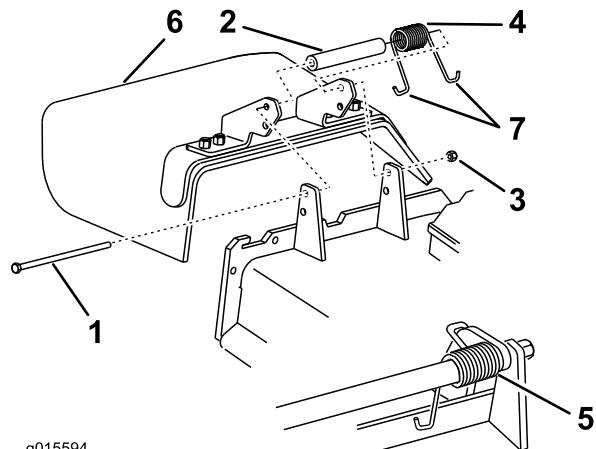

Figura 99
1. Retire la contratuercia, el perno, el muelle y el espaciador que sujetan el deflector a los soportes de pivote (Figura 99). Retire el deflector de hierba dañado o desgastado.
Nota: Asegúrese de colocar un extremo en **J** del muelle detrás del reborde de la carcasa antes de instalar el perno, según se muestra en Figura 99.
3. Instale el perno y la tuerca. Coloque un extremo en **J** del muelle alrededor del deflector de hierba (Figura 99).